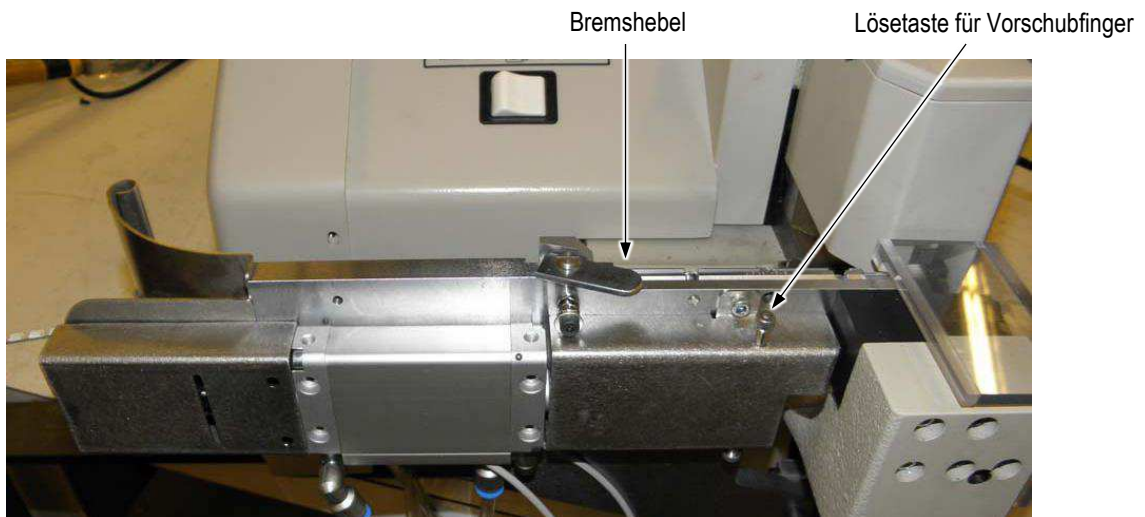

Abbildung 13
2. Bremshebel zum Öffnen drehen und die Bremsplatte offen (hinten) halten. Führen Sie dann den Kontaktstreifen durch die Streifenführung und die Nut in der Zuführplatte, bis das Ende den Vorschubfinger erreicht (siehe Abbildung 13).